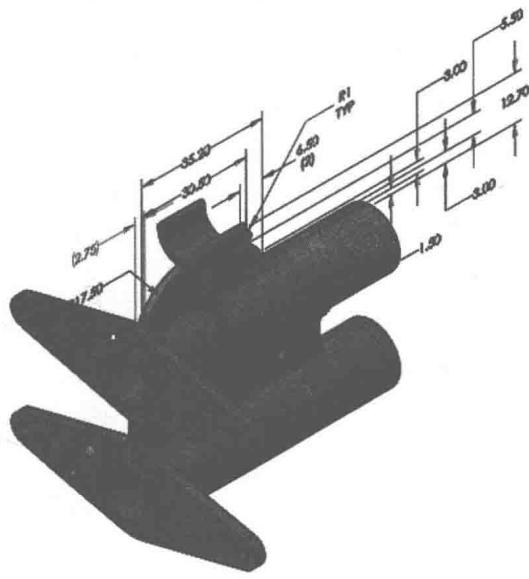

图 1-12 查看结果
**步骤 5 查看结果** 在图形显示区域中，激活的注解视图 Sight Detail View 显示了相关的特征及参考尺寸，如图 1-12 所示。